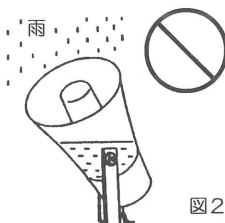

図2
- ② 屋外使用でスピーカの開口部に上に向けて取り付けないようにして下さい。雨水がたまり、音が出なくなったり、浸水して故障の原因になります。(図2)